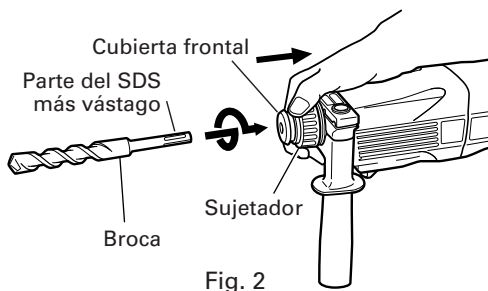

Fig. 2
## 6. Montaje de la broca (Fig. 2)
- (1) Para colocar una broca (SDS más vástago), tire completamente de la empuñadura en el sentido de la flecha como se muestra en la Fig. 2 en inserte profundamente la broca girándola.
- (2) Al soltar la empuñadura, la broca quedará asegurada.
- (3) Para extraer la broca, tire completamente de la empuñadura en el sentido de la flecha y tire hacia afuera de la broca.